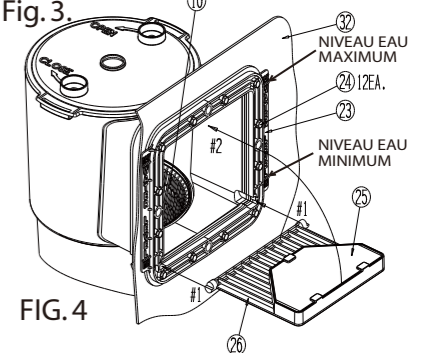

FIG.4
E. Remplacez la cartouche filtrante (9) et le panier préfiltre (10) dans la cuve du skimmer (8). Il est important que la cartouche filtrante (9) glisse au-dessus de l'écrou de retenue de la pompe (7) et soit étanche avec le fond de la cuve pour que le panier préfiltre (10) puisse se loger dans sa rainure à l'intérieur de la cuve. Voir Fig. 4. Posez le couvercle à verrou (11) au-dessus de la cuve du skimmer (8) et tournez-le dans le sens des aiguilles d'une montre jusqu'à ce qu'il soit verrouillé. Faites glisser la mousse de volet (25) sous les attaches du volet (26) pour la retenir en place. De l'intérieur de la piscine, glissez le volet dans les rainures. Voir Fig. 4. Une fois le volet logé dans les rainures, pivotez-le dans le sens indiqué par la flèche #2 de la Fig. 4, pour le verrouiller en place.
NOTE: Le volet peut être engagé dans les rainures uniquement dans le sens indiqué par la flèche #1 de la Fig. 4 et en le tenant horizontalement. Assurez-vous que le volet bouge librement à travers l'ouverture, sinon ébarbez soigneusement toute matière obstructive interférente dans le mouvement libre du volet.
F. Après le remplissage de la piscine, VOIR (NIVEAU DE L'EAU FIG. 4), vérifiez les connexions du tuyau et des raccords pour s'assurer que la plomberie n'a aucune fuite d'eau. Si des fuites existent, voir #4 en page #8 du guide Dépannage.
B. **USAGE DE LA PRISE BALAI:** vous permet de nettoyer votre piscine, voir pièce #27, Fig. 4. La prise balai est comprise dans le skimmer, il vous faudra acheter un aspirateur, un manche d'aspirateur et un tuyau d'aspirateur qui sont disponibles chez votre fournisseur local de produits pour piscine, aussi dans les centres pour produits et matériaux de construction et les grands magasins parfois sont offerts ces articles saisonniers et varient d'économie à de lux.
C. Pour installer la prise balai arrêtez la pompe, retirez le volet pièce #26, Fig. 4, voir la section de l'installation du volet en page 4 (étape E) et procédez en revers en abaissant le volet et en le glissant hors de la bride pièce #23, Fig. 4. Rangez le volet dans un endroit sûr car vous en aurez besoin de le réinstaller après avoir terminé l'aspiration pour que votre skimmer fonctionne bien.